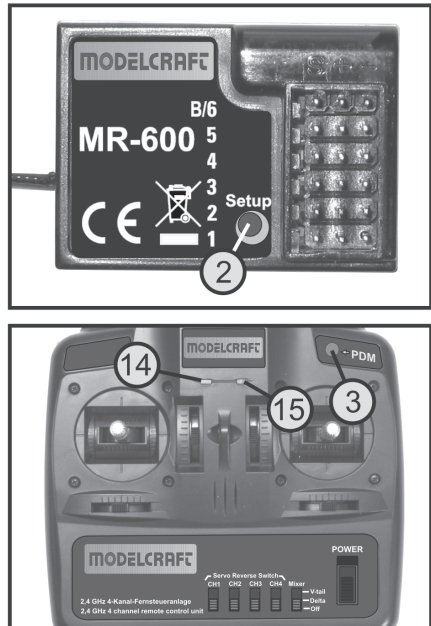

Figure 15
- À l'aide d'un objet pointu (cure-dent, etc.), enfoncez la touche Setup sur le récepteur (voir également figure 15, n° 2) jusqu'à ce que la DEL du récepteur clignote lentement.